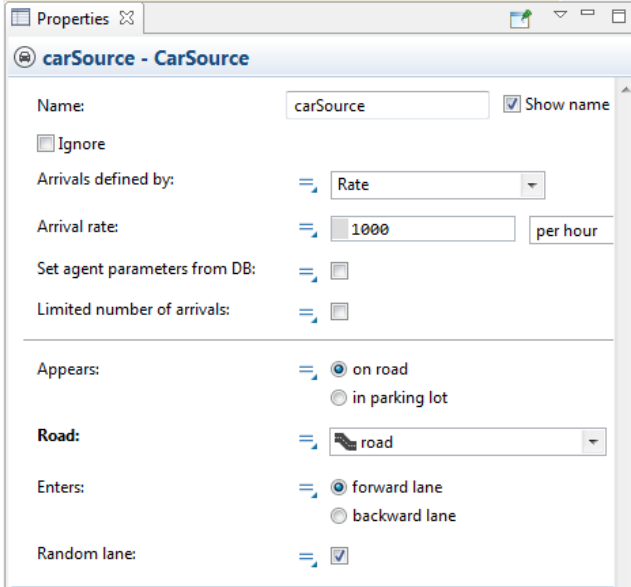

Рисунок 2.70 – Властивості блоку *carSource*
– у властивостях блоку *carSource* вкажіть, як часто повинні прибувати автомобілі. У списку *Road* (дорога), що розкривається, виберіть *road*, це дорога, яку ми щойно створили. Таким чином ми вказуємо блоку *carSource* дорогу, на яку варто помістити створювані автомобілі (рис. 2.70);